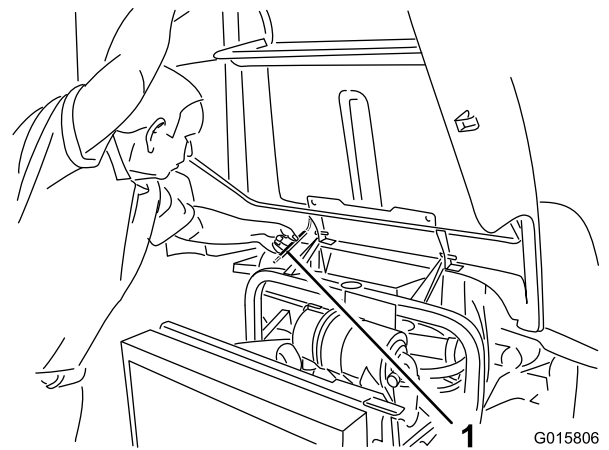

図 32
2. フレームチューブの下に支え棒が入る高さまでフードを持ち上げる (図 32)。